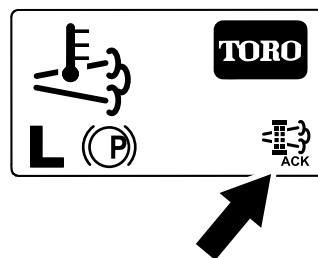

Figure 62
- L'InfoCenter affiche l'écran d'accueil et l'icône de confirmation de la régénération (Figure 62) apparaît en bas à droite de l'écran pendant le processus de régénération.